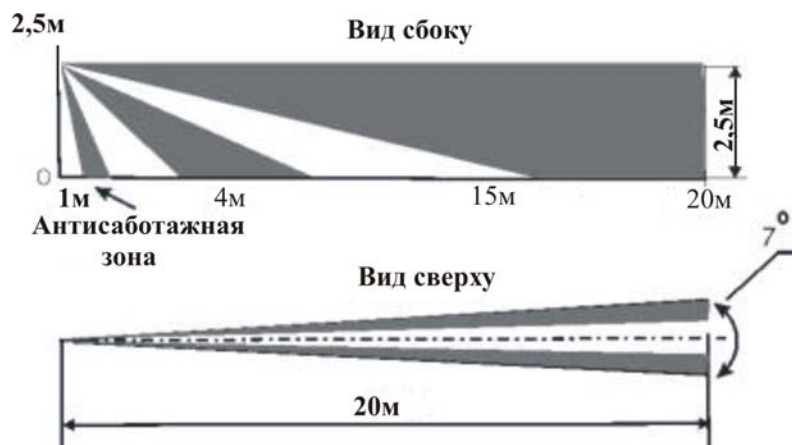

Рис. 4 Диаграмма элементарных чувствительных зон извещателя
4.4 Диаграмма элементарных чувствительных зон (далее зон), при вертикальной установке извещателя, представлена на рис.4.